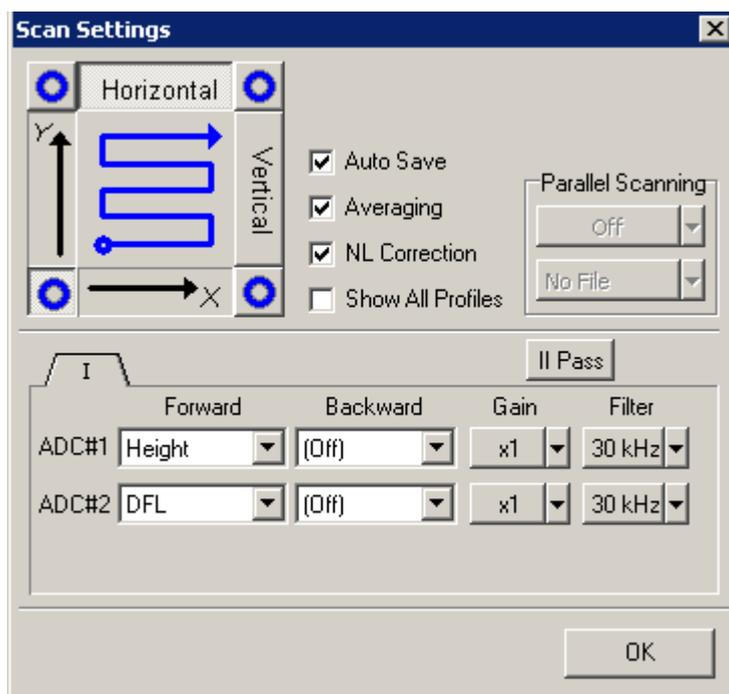

Рис. 6-47. Окно настроек сканирования
1. Откройте диалоговое окно **Scan Setup** (Рис. 6-47), щелкнув на кнопке **Settings** на панели управления вкладки **Scan**.